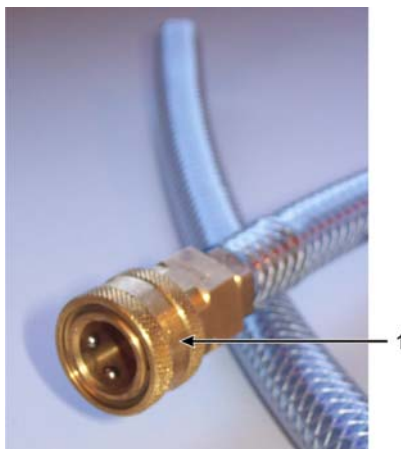

Abbildung 53. Füll-/Entleerschlauch mit Schließring (1)
- Vor dem Füllen oder Leeren von Reagenzienbehältern ist der Reagenzienschlauch (siehe Abbildung 53) an die Füll-/Entleerleitung anzuschließen (linker Anschluss in Abbildung 53). Der Schlauch ist mit einer Steckkupplung versehen, um eine sichere Befestigung zu gewährleisten. Zum Anschließen des Schlauchs ist die obere Tür des Reagenzienfachs zu öffnen, die Schutzklappe aufzuschieben und das Verbindungsstück auf den Anschluss zu drücken. Zum Entfernen des Schlauchs ist der Sicherungsring (Punkt 1 in Abbildung 53) zurückzuschieben und der Schlauch abzunehmen.